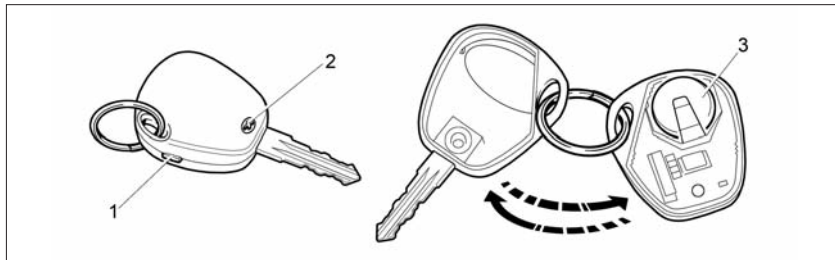

Рис. 55. Замена элемента питания пульта дистанционного управления
- выкрутите винт **2** (рис. 55) со стороны корпуса, противоположной кнопкам управления;